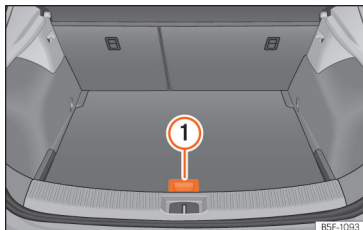

Fig. 145 Bagagliaio: piano variabile
- Sollevare il piano variabile con la maniglia » fig. 145 ①, tirarlo e spingere verso lo schienale dei sedili posteriori finché la parte mobile del piano non si appoggia sullo stesso.